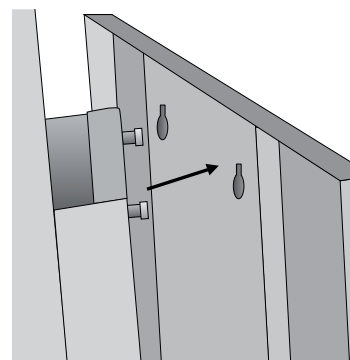

Figure 7
6. Alignez les deux boulons supérieurs avec les trous oblongs de boulons en haut du chariot et accrochez-le en place. (Voir Figure 7)